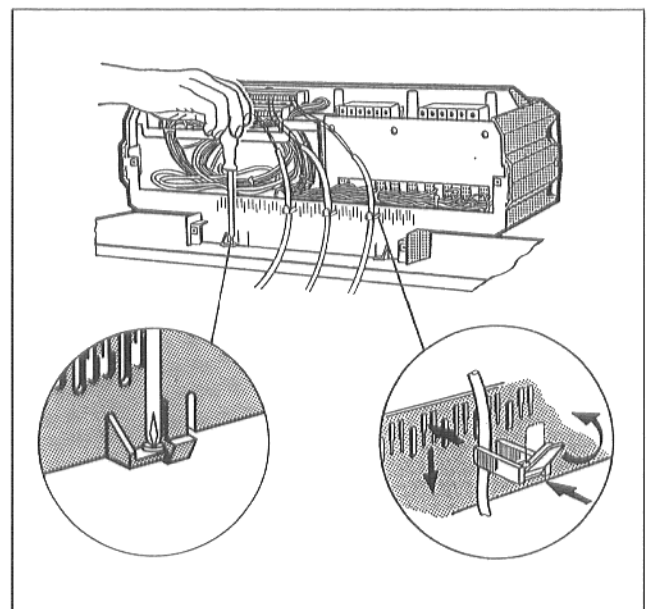

Abb. 18
- Sockel des Regelgerätes innen rechts und links im Kabeldurchgang mit 2 Blechschrauben auf der vorderen Kesselhaube anschrauben (Abb. 18).
- Kabelschellen mit eingelegtem Anschlußkabel in Schellenrahmen einsetzen und Kabel durch Umlegen des Hebels befestigen (Abb. 18).